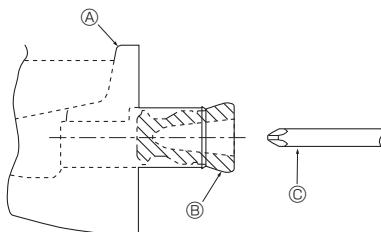

Fig. 5-1
- Ved røropplegg fra venstre side skal gummipluggen føres inn i høyre avløpsåpning. (Fig. 5-1)
- ① Drenéringspanne
② Plugg
③ Før skrutrekkeren el.l. godt inn i pluggen.